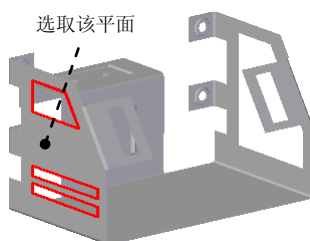

图 8.9.56 法向除料特征 9
(4) 单击  按钮，完成特征的创建。
Step26. 创建图 8.9.56 所示的法向除料特征 9。
(1) 选择命令。在“主页”功能选项卡“钣金”工具栏中单击  按钮，选择  法向除料命令。
(2) 定义特征的截面草图。
① 选取草图平面。在系统  的提示下，选取图 8.9.56 所示的模型表面为草图平面。